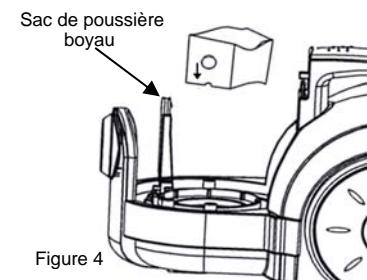

Figure 4
- Tout en tenant le sac à poussière HEPA dans la main, flèche vers le bas, glissez-le fermement entre les fentes du porte sac. (Fig. 4)